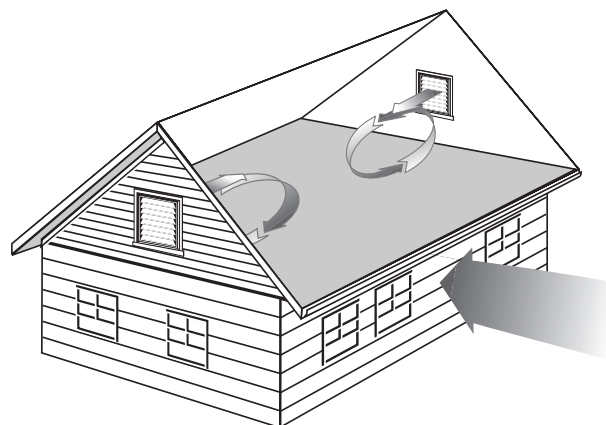

Рис. 7-18. Когда ветер дует перпендикулярно коньку, жалюзийные отверстия работают и как входные, и как выходные вентиляционные секции.
*Примечание: Иногда жалюзийные отверстия монтируют на противоположных фронтонных треугольниках, без входной вентиляции, исходя из ошибочного представления, что хороший «перекрестный поток» воздуха может обеспечить надлежащую вентиляцию. Однако обычно происходит то, что показано на Рис. 7-18 и 7-19. Если направление ветра перпендикулярно коньку, то жалюзийные отверстия работают и как входные, и как выходные вентиляционные секции, обеспечивая вентиляцию только в областях рядом с отверстиями. Если направление ветра параллельно коньку, образуется перекрестный поток воздуха, хотя поток, как правило, устремляется к полу чердака, и самый горячий воздух так и остаётся с нижней стороны обрешётки крыши. Разумеется, если в нижней части чердака невозможно установить абсолютно никакую вентиляцию, то лучше смонтировать вентиляцию из одних жалюзийных отверстий, чем не организовывать никакой вентиляции вообще.*